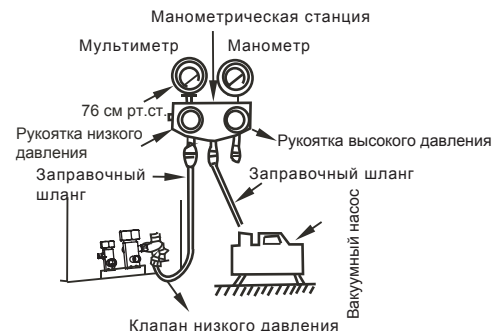

Рис. 6-4
■ Использование вакуумного насоса для удаления воздуха (рис. 6-4). (Методику использования манометрической станции см. в её руководстве по эксплуатации.)
- Использование вакуумного насоса для удаления воздуха (рис. 6-4). (Методику использования манометрической станции см. в её руководстве по эксплуатации.)